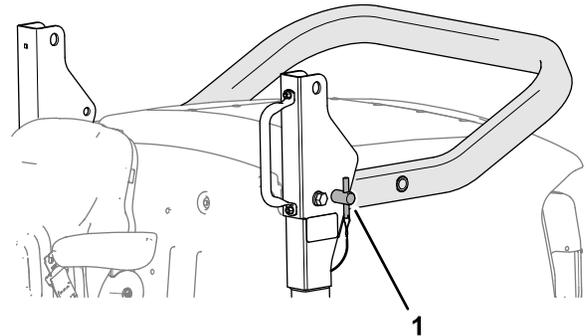

Figura 22
2. Retire os pinos da barra de segurança dos suportes da articulação (Figura 22).